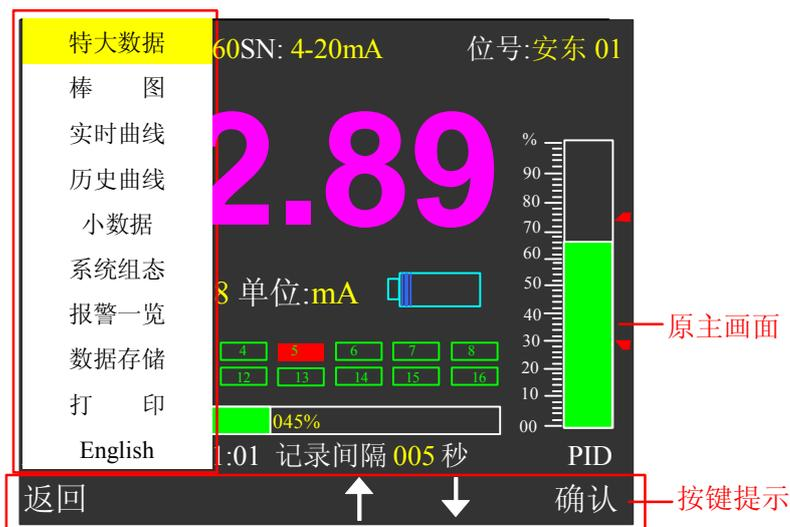

图 2.5 菜单画面
- 进入下拉菜单画面：** 在特大数据、棒图、实时曲线、历史曲线、小数据、报警一览、打印的各个主画面下，按菜单键（即 ESC 键），就会弹出如图 2.5 所示的菜单；